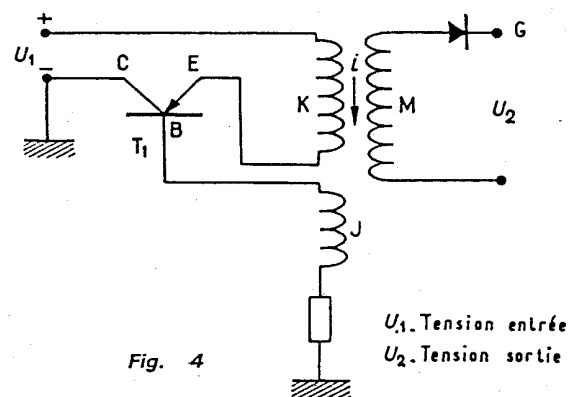

Fig. 4
L'augmentation de la tension primaire est obtenue généralement par un convertisseur à un ou plusieurs transistors (fig.4).
Fonctionnement du convertisseur (voir fig. 4) :
- **Phase 1** : le transistor est conducteur (**courbe de E à B** fig. 4), le courant variable qui circule dans **K** induit une force électromotrice induite dans l'enroulement **J** qui fait varier la polarité jusqu'à l'inversion de la polarité émetteur-base.